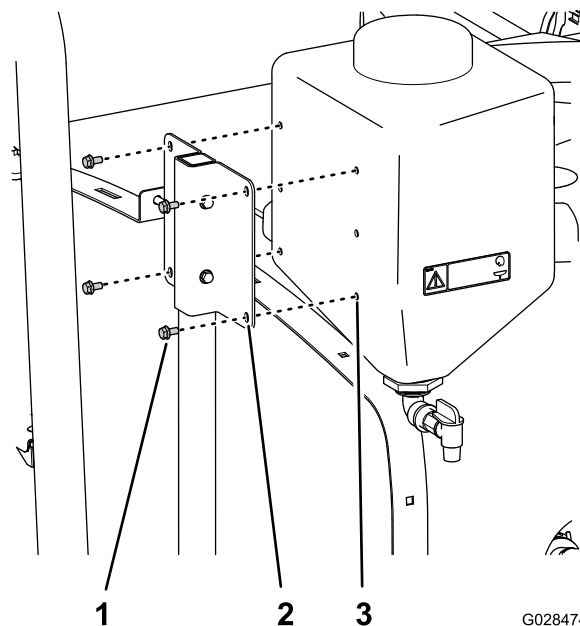

Figura 37
5. Alinhe os inserts rosçados no depósito de água limpa com os furos na montagem do depósito de água limpa (Figura 37).
6. Prenda o depósito de água limpa na montagem (Figura 37) com quatro parafusos de cabeça flangeada (5/16 pol. x  $\frac{5}{8}$  pol.).